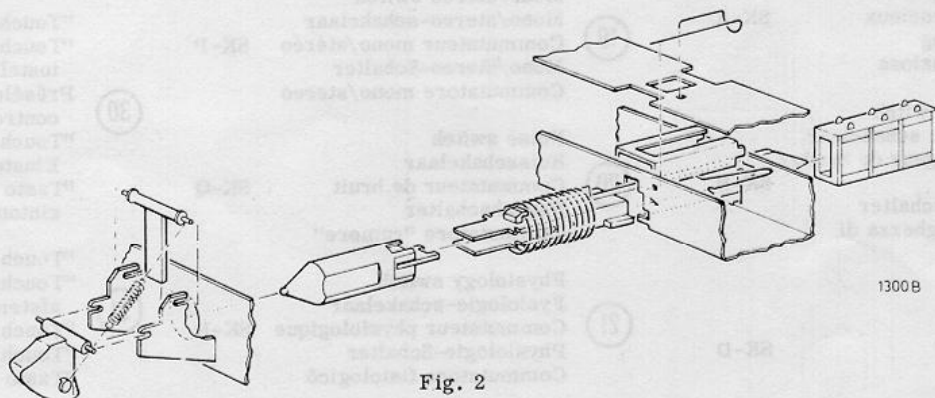

Fig. 2
4. When a switch or the slide of a switch must be replaced, proceed as follows: a. remove the front panel, b. disassemble and assemble according to Fig. 2.
4. Pour remplacer un commutateur ou le tiroir d'un commutateur, procéder comme suit: a. retirer le panneau avant, b. démonter et monter le commutateur selon fig. 2.
4. Om een schakelaar of de schuif van een schakelaar te vervangen, moet men: a. het front verwijderen, b. schakelaar demonteren en monteren volgens fig. 2.
4. Zum Ersetzen eines Schalters oder des Schalterschiebers muss man: a. die Front entfernen, b. den Schalter gemäss Abb. 2 demontieren und montieren.
4. Per sostituire un commutatore o una slitta di esso, procedere come segue: a. togliere il pannello davanti, b. smontare e montare il commutatore secondo la fig. 2.